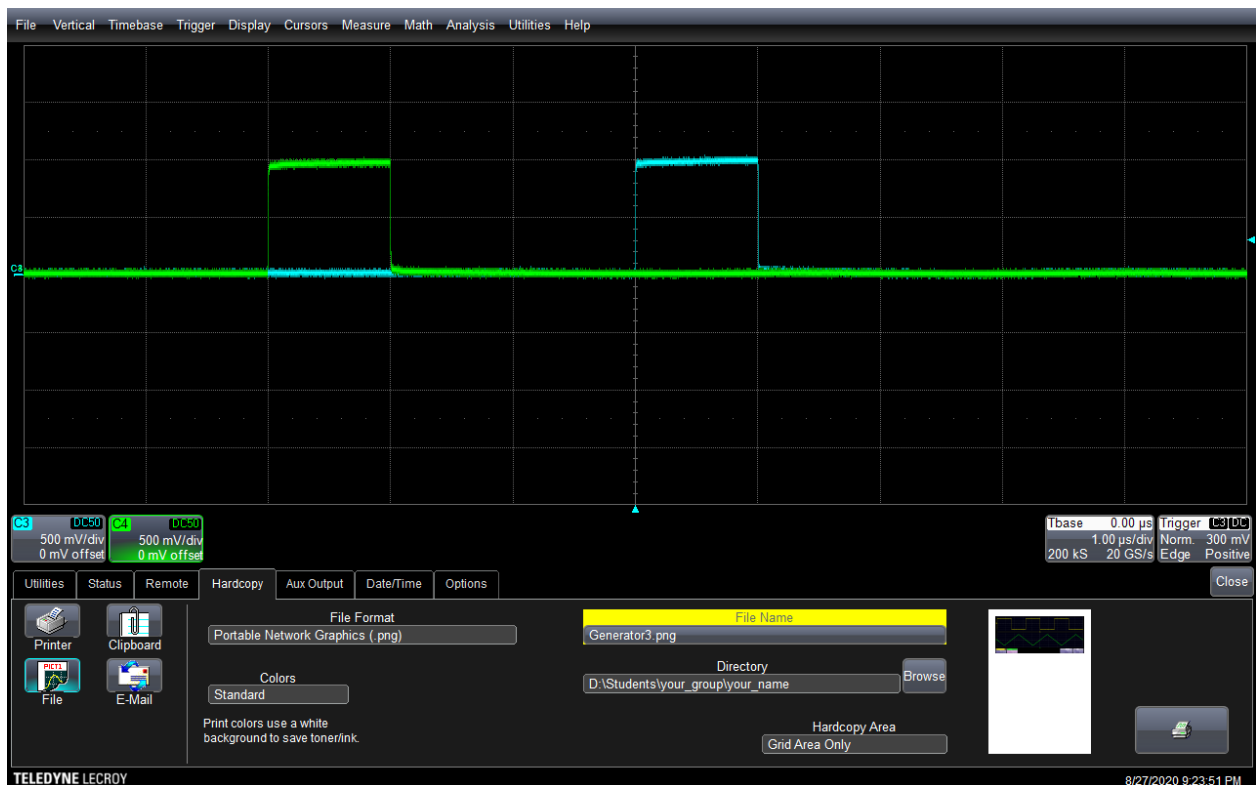

Рис. 7. Работа с осциллографом
3.7. Выбрать параметры сохранения (см. Рис. 7):